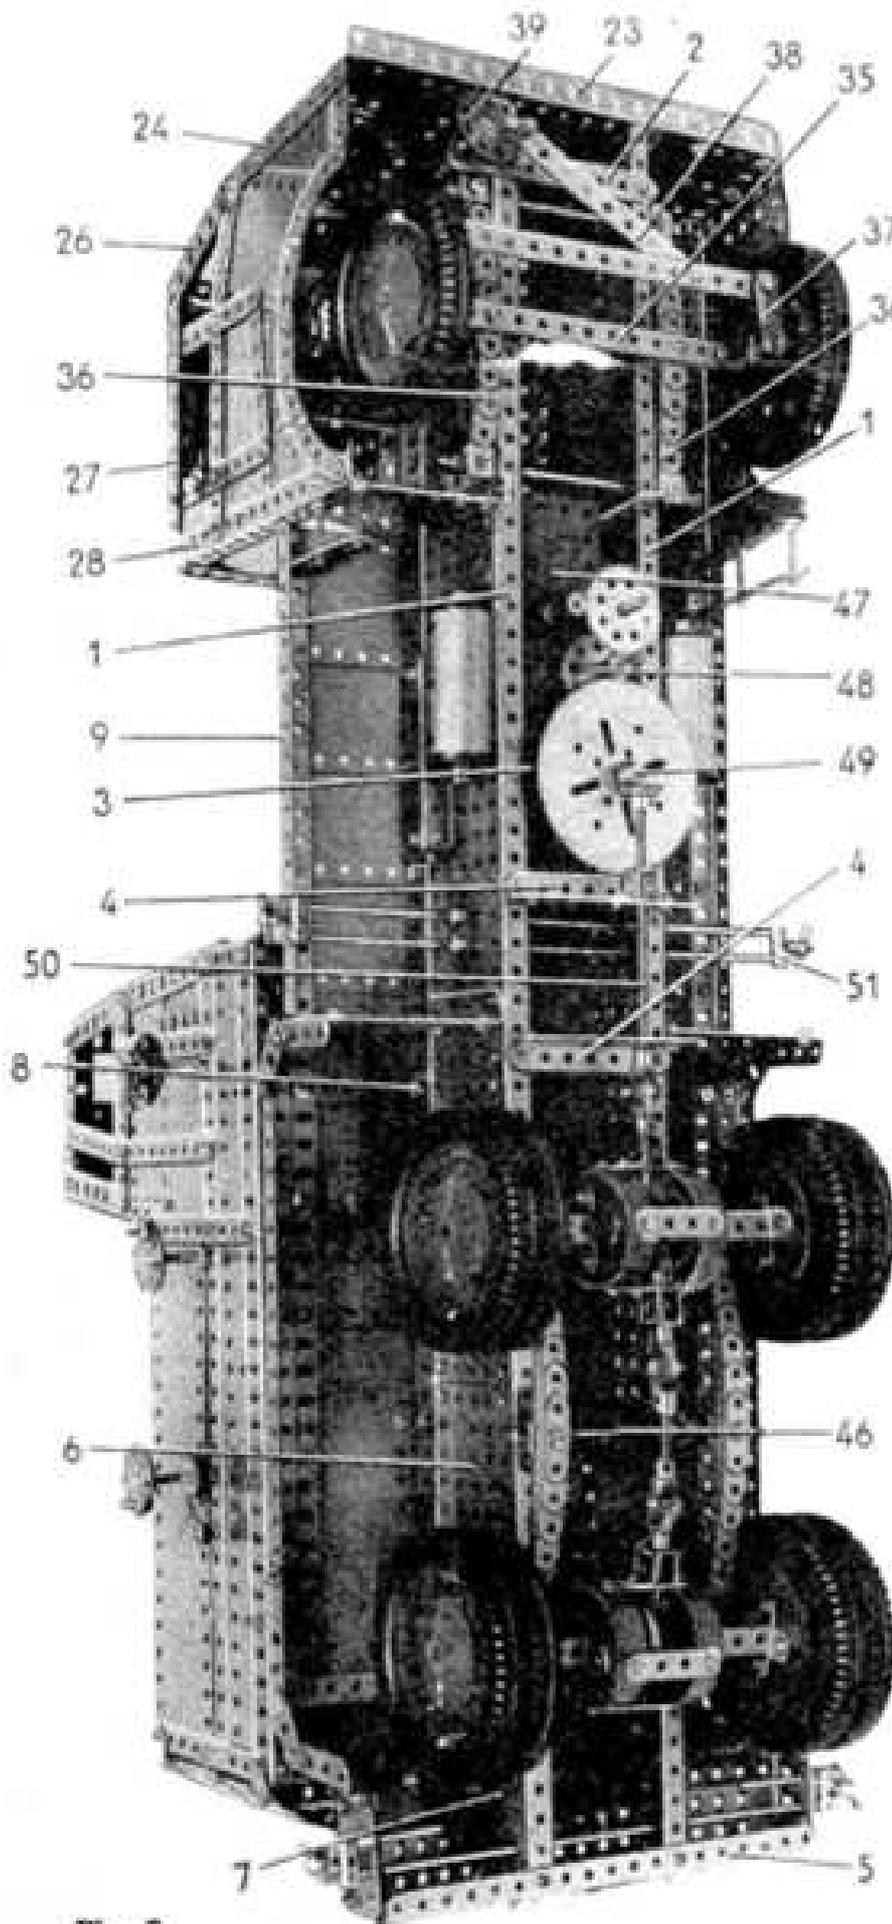

Fig. 2
CHASSIS (Fig. 2)
CABINE (Fig. 2, 3 et 4)
Le toit de la cabine est bordé de chaque côté par une cornière de 11 trous (27); les deux cornières (27) sont réunies à leur extrémité arrière par une cornière de 6 trous (fig. 2). L'angle arrière droit de la cabine est une cornière de 15 trous (28) boulon-
(Fig. 2)